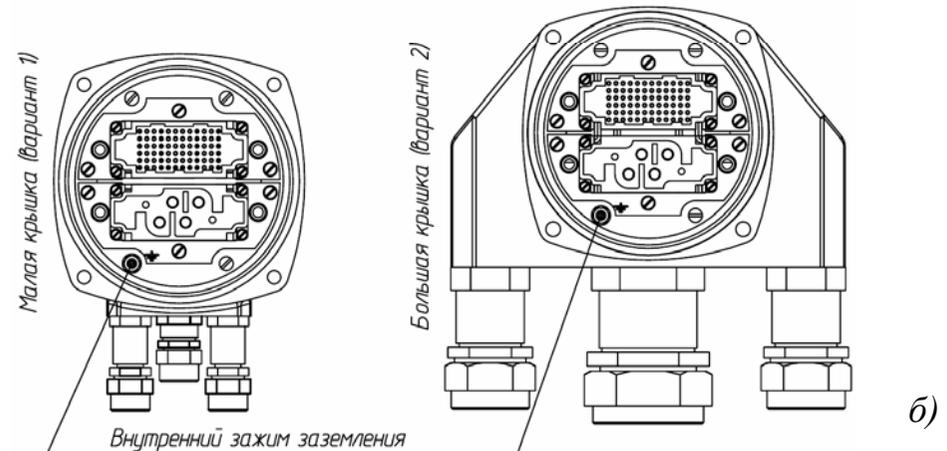

Рисунок 7 – Модуль питания привода с кабельными вводами со снятой крышкой:
ж) подключите концы проводов к соответствующим контактам клеммного разъема (рисунок 7а, таблица 5);
- ж) подключите концы проводов к соответствующим контактам снятой крышки модуля питания (рисунок 7б, таблица 6);